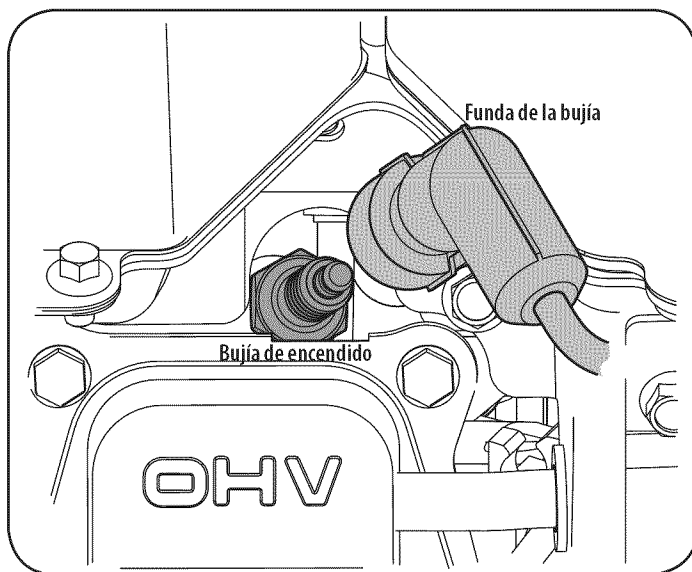

Figura 20
1. Retire la funda de la bujía y utilice una llave para bujías para extraerla. Vea la Figura 20.